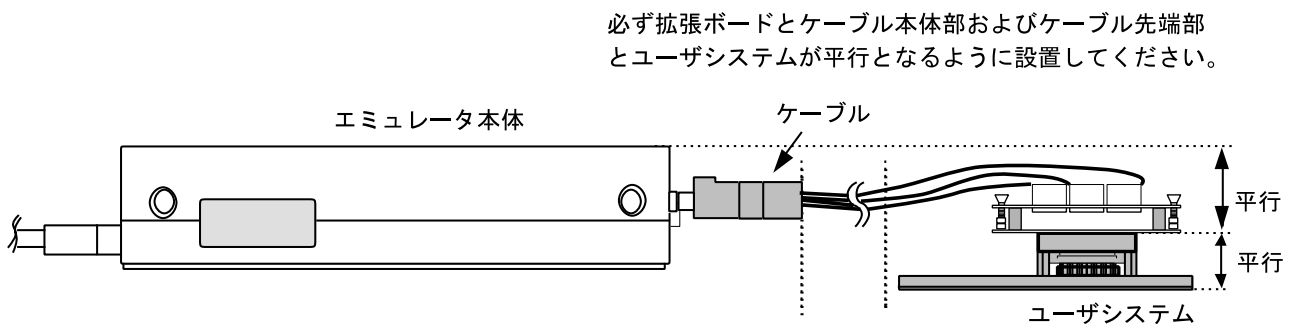

図10 設置例
- (1) ユーザシステムへの接続時には1ピン位置に十分注意して、誤接続は絶対にしないでください。
- (2) 本ユーザシステムインタフェースケーブルを使用する場合の推奨マウントパット寸法は、MCU 実装用マウントパット寸法とは異なりますので注意してください。
- (3) 本ユーザシステムインタフェースケーブルは、HS3052EPI61H エミュレータ専用ですので、他のエミュレータ本体には使用しないでください。
- (4) ケーブル本体部が断線する可能性がありますので、本ユーザシステムインタフェースケーブルの上に重いものや金属等の角の尖ったものを置かないでください。
- (5) ユーザシステムに接続した状態では、ユーザシステムインタフェースケーブル、特にケーブル先端部に無理な力が加わらないように注意する必要があります。図10の設置例を参照してご使用ください。